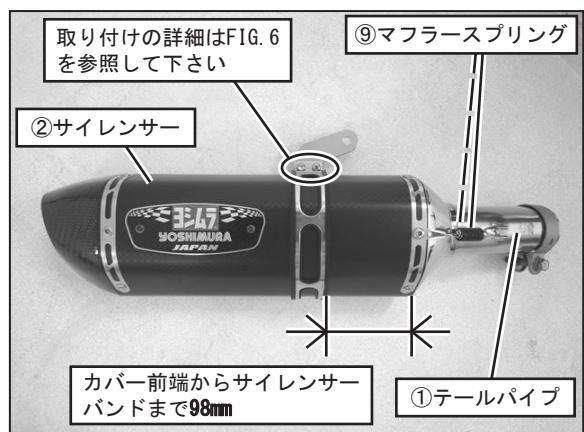

FIG. 5
(FIG. 5 参照)
6. ③サイレンサー バンドに④サイレンサー バンド用スペーサーラバーを取り付けてから②サイレンサーに通し、⑥ボタンボルトM6×15、⑦SUSワッシャM6×13、⑧フランジナットM6を使用して、FIG. 5の写真で指示する位置に⑤サイレンサー ステーを取り付けて仮締めして下さい。（FIG. 5, 6参照）